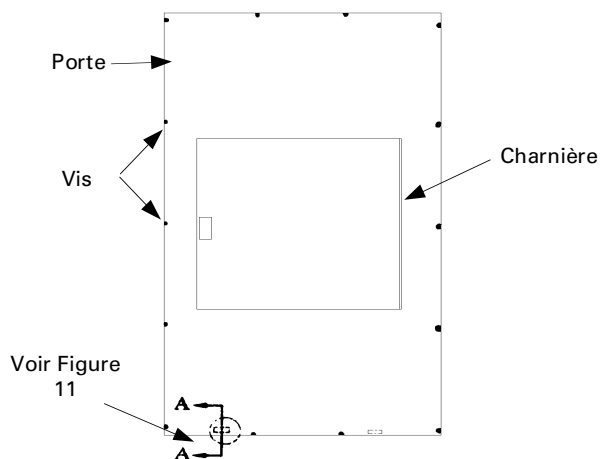
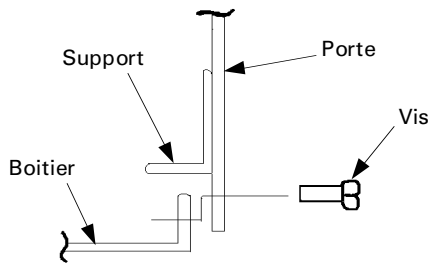

Figure 10. Installation du devant de porte.
Figure 11. Pour attacher la porte au panneau d'extrémité du boîtier.
4. Orienter la porte avec les charnières vers la droite, comme montré à la Figure 10. Aligner la porte avec les panneaux latéraux du boîtier, et laisser reposer les charnières soudées situées au côté arrière inférieur de la porte sur le panneau d'extrémité du boîtier, comme illustré à la Figure 11. Fixer la porte au boîtier avec les vis autotaraudeuses #10-32 32 x 11/16 po., fournies. Serrer toutes les vis à 25-30 po.